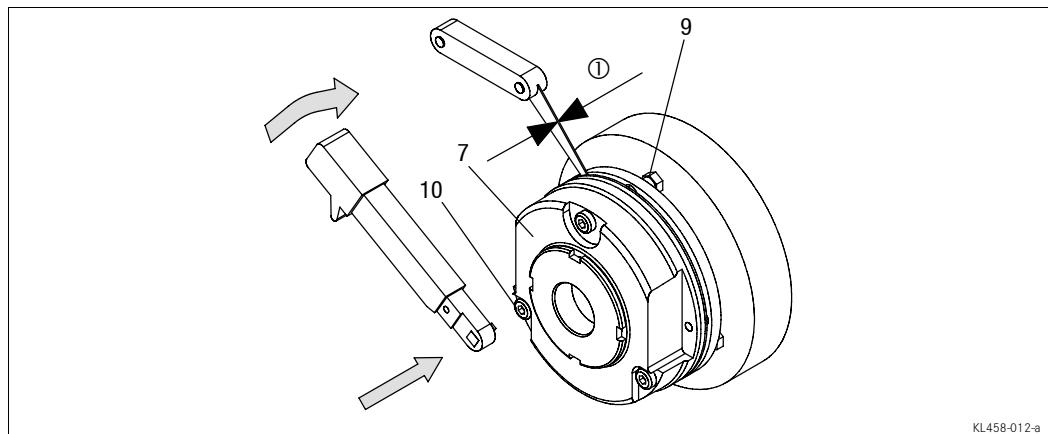

Abb. 8 Drehmomenteinstellung
- Schrauben (10) gleichmäßig anziehen. (Drehmomente siehe Tabelle Kap. 3.3 und Abb. 8).
- Lüftweg "sLüNenn" in der Nähe der Schrauben (10) mit Fühlerlehre kontrollieren (sLüNenn siehe Tabelle Kap. 3.3 und Abb. 8).